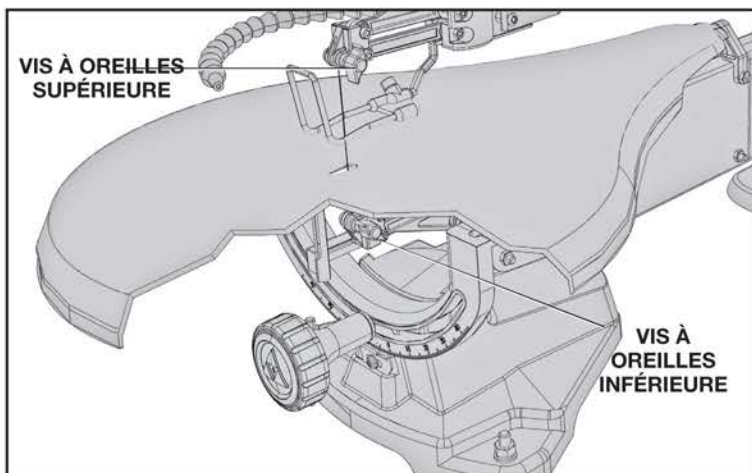
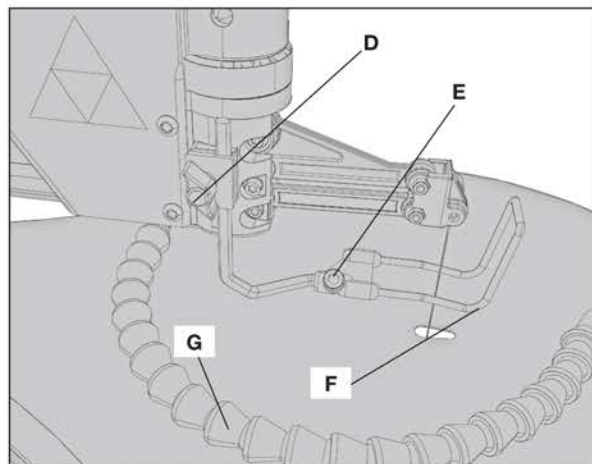

FIG. 4
FIG. 7
Les serre-lames avec vis à oreilles qui se trouvent sur les bras supérieur et inférieur de la scie à découper retiennent la lame en place (fig. 4).
Avant d'installer la lame, s'assurer que le levier de tension de la lame est complètement à droite, comme le montre la figure 7. Il faut ensuite desserrer, mais ne pas dévisser complètement, les vis à oreilles supérieure et inférieure (fig. 4). Passer la lame dans le trou de la table, en faisant pointer les dents de la lame vers l'avant de la scie.
Insérer la lame dans le serre-lame inférieur et bien serrer la vis à oreilles inférieure. (fig. 4) Ensuite, insérer le dessus de la lame dans le serre-lame supérieur et bien serrer la vis à oreilles supérieure. (fig. 4)
Le dispositif de retenue du matériau (F) fig. 7 devrait toucher la surface de la pièce à ouvrir. Pour régler le dispositif de retenue, desserrer la vis à oreilles D (fig. 7) et l'abaisser ou la soulever.
Le dispositif de retenue doit être incliné lorsque la table l'est. Pour incliner le dispositif de retenue, desserrer la vis à six pans (E) illustrée à la figure 7 et incliner le dispositif de retenue jusqu'à ce qu'il soit parallèle à la table. Resserrer le dispositif de retenue avant la coupe.